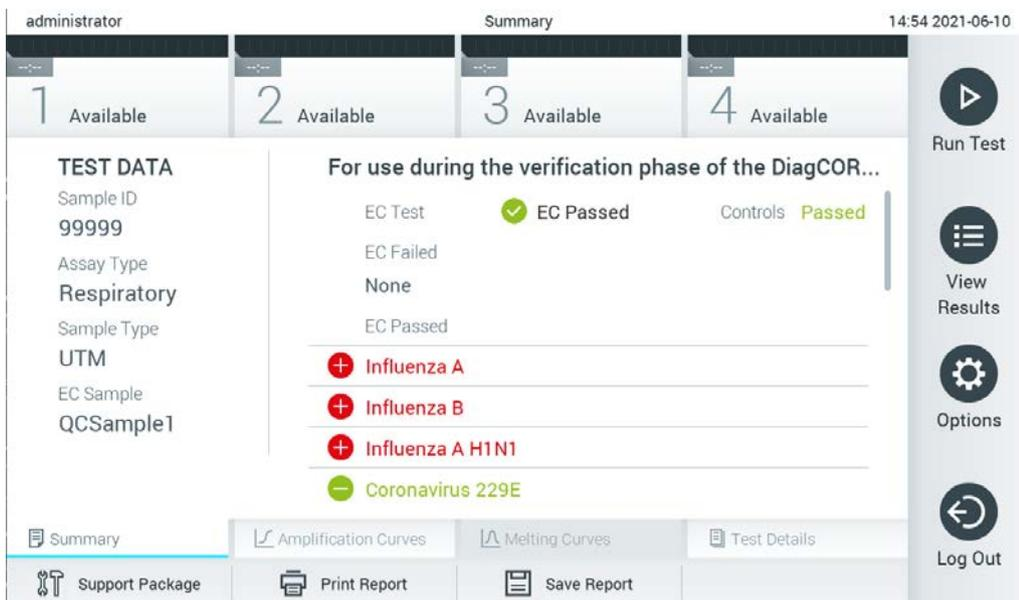

Figura 96. Pantalla de resumen de resultados de EC.
12. Una vez que se ha expulsado el cartucho de ensayo QIAstat-Dx, aparecerá la pantalla de resultados Summary (Resumen) (figura 96). Para obtener información más detallada, consulte la sección 8.3.